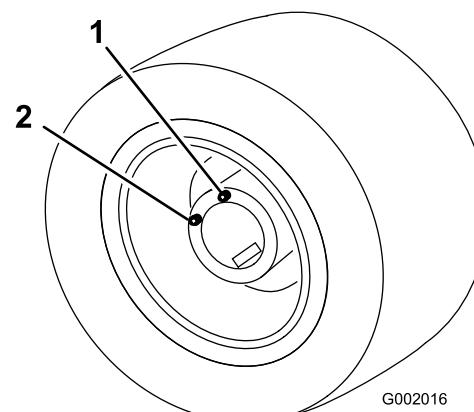

Figura 78
5. Mueva el vehículo lentamente hasta que la rueda quede posicionada para el llenado (Figura 78).